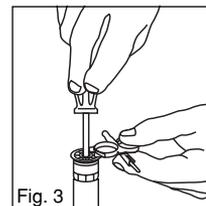

Fig. 3
1. Immobilisez la buse à la main ou engagez les deux ergots situés sur le côté de la clé Hunter entre les encoches de la buse (Fig. 3).